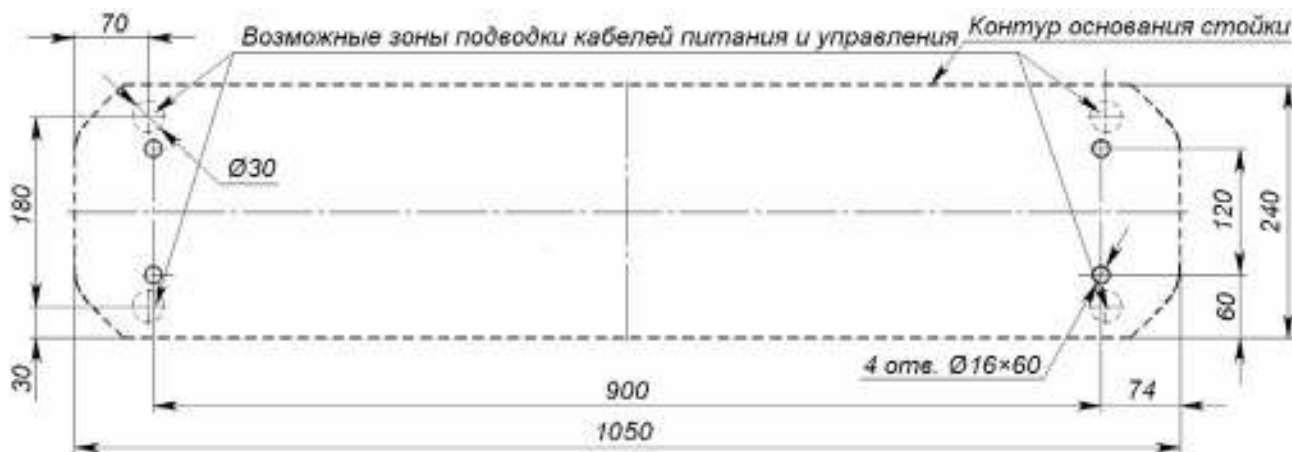
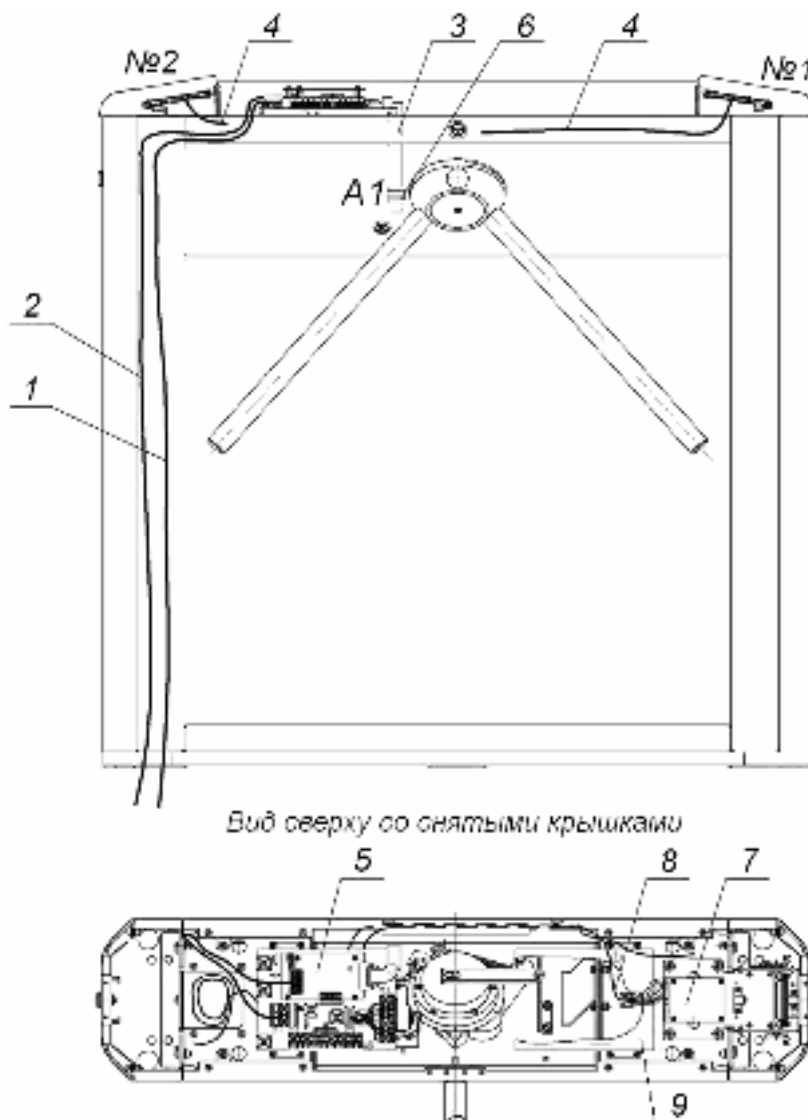
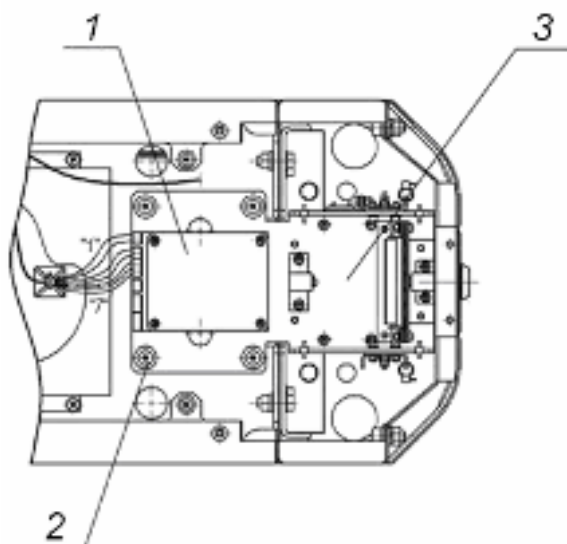

Рисунок 9 Схема разметки для установки стойки турникета
Рисунок 10 Схема прокладки кабелей в стойке турникета
Рисунок 11 Механизм картоприемника.
- Производить разметку установочных отверстий в соответствии с рис. 9;
- 2 Подготовьте в полу отверстия под гильзы анкеров для крепления стойки турникета (см. рис. 9). При необходимости прокладки кабелей под поверхностью пола подготовьте в полу кабельный канал, подходящий к зоне ввода этих кабелей в стойку турникета. Установку и крепление стойки производите после прокладки всех кабелей в кабельном канале и внутри стойки. Прокладка кабелей внутри стойки показана на рис. 10.
- 5 Снимите крышку турникета (3), открыв ключом замок (4, см. разд. 6).
Для переустановки механизма картоприемника (поз. 3, рис. 11) на противоположную сторону, т.е. на сторону считывателя №2 (см. рис. 10), необходимо выполнить следующие действия (номера позиций даны в соответствии с рис. 2, если не указано отдельно):
- 1 Снимите крышку (3) в порядке, указанном в разд. 6.
- 2 Извлеките контейнер картоприемника (12), открыв замок (13).
- 3 Извлеките заглушку (14) с противоположной стороны, открыв замок (15).
- 4 Демонтируйте торцовые крышки (9, 10); каждая крышка крепится двумя винтами М4×16 и двумя шурупами Ø4,2×19 снизу со стороны контейнера (12) или заглушки (14); кабели считывателей, находящихся внутри торцовых крышек не отсоединяйте.
- 6 Демонтируйте заглушку (11) из торцовой крышки (9) и установите ее в торцовую крышку (10); заглушка крепится двумя шурупами Ø2,9×9,5.
- 7 Отсоедините кабель картоприемника (поз. 8, рис. 10) со стороны платы картоприемника.
- 8 Демонтируйте механизм картоприемника (поз.3, рис. 11), – крепится четырьмя винтами М5×20, (поз. 2, рис. 11) и установите его на противоположную сторону турникета, закрепив на аналогичное место этими же винтами.
- 9 Переложите кабель картоприемника (поз. 8, рис. 10) на сторону считывателя №1. Для фиксации кабеля используйте самоклеющиеся площадки и неоткрывающиеся стяжки входящие в комплект поставки.
- 10 Подсоедините кабель картоприемника (поз. 8, рис. 10) к плате картоприемника согласно схеме (рис. А.2 Приложение А и рис. 3).
- 12 Установите в рабочее положение контейнер картоприемника (12) со стороны механизма картоприемника, а заглушку (14) – с противоположной стороны.
- 13 Установите крышку (3) в рабочее положение (см. разд. 6).
В конструкции турникета предусмотрена возможность для установки платы контроллера СКУД. Установка платы контроллера СКУД осуществляется на кронштейн (поз. 9, рис. 10). Максимальный возможный размер устанавливаемой платы контроллера СКУД 160×150×35 мм.